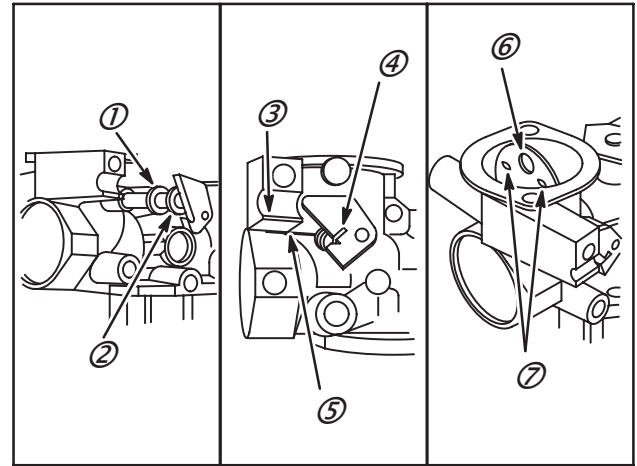

Fig. 86
1. Placer la rondelle métallique (2) contre le flasque de l'axe puis la rondelle en mousse (1).
2. Glisser l'axe ainsi équipé dans le corps de carburateur, l'arrêt (3) étant placé contre la butée de commande (5).
3. Glisser le volet dans l'axe, les trous vers le haut (6), les empreintes vers la pastille d'obturation (7), Fig. 86.
NOTE: Sur les carburateurs Choke-A-Matic®, vérifier que les deux extrémités du ressort de starter sont en place avant de placer l'axe à fond dans le carburateur. Extrémité du levier (4), extrémité du corps (5), Fig. 86.